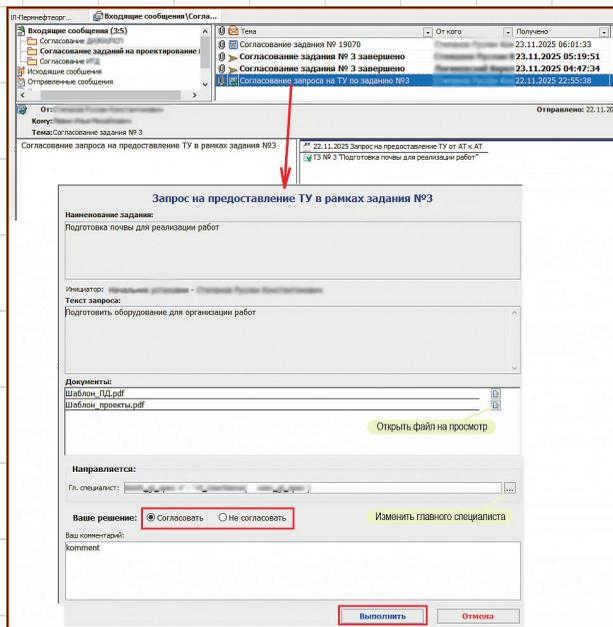

Рис. 23. Согласование запроса на предоставление ТУ руководителем
- Руководитель инициатора запроса, получив сообщение, может (рис. 23):